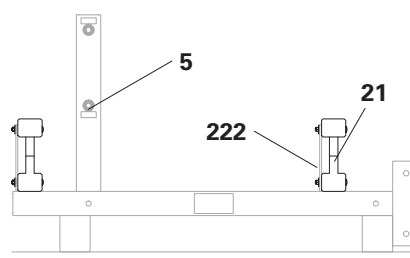

Fig. B5.06
3. Preforare la trave per cassaforma GT 24 (**21**) con $\varnothing 9$ mm e avvitare con bulloni a testa piatta DIN 603 M8 x 100 MU (**222**) sulla trave della piattaforma di ripresa ACS (**5**). (Fig. B5.06)